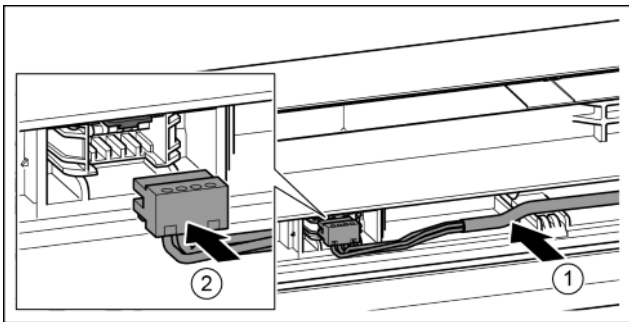

Fig. 41
- ▶ Poser le câble gris dans le guide de la porte supérieure. *Fig. 41 (1)*
- ▶ Insérer le connecteur. *Fig. 41 (2)*